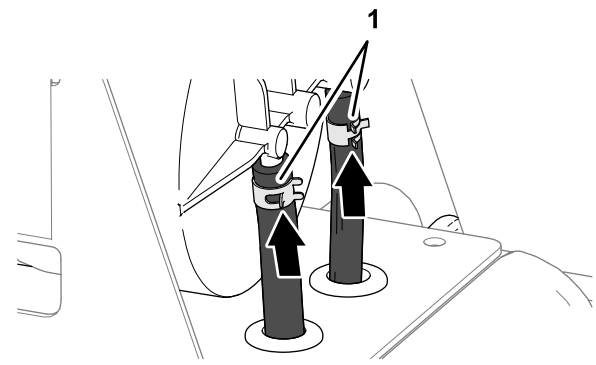

**Figure 121**
1. Monte la tapa en el depósito (Figure 121) con los 4 tornillos (N.º 10 x 3/4") que retiró en el paso 2 de Retirada de la tapa de la bomba de combustible (page 76).